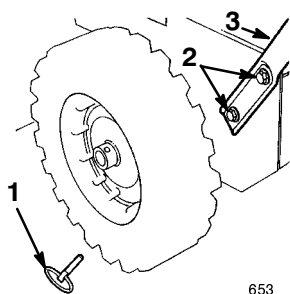

Figure 2
2. Retirez les goupilles d'essieu des deux roues et faites glisser les roues d'environ 2,5 cm vers l'extérieur afin de laisser le passage pour le montage des mancherons (Fig. 2).
5. Placez le mancheron de gauche face aux trous de montage dans le panneau latéral gauche de la machine, et fixez-le à l'aide de deux boulons à tête hexagonale et de rondelles bombées. Serrez à la main (Fig. 2).